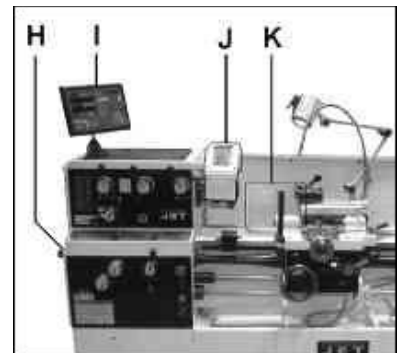

Fig 2-2
Sowohl der Räderdeckel (H, Fig 2-2) als auch der Futterschutz (J) sind mit Endschalter überwacht. Um die Maschine zu starten müssen beide geschlossen sein.